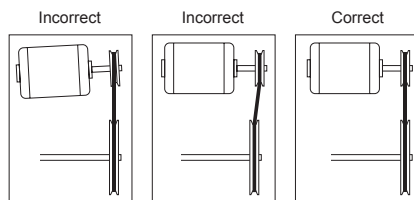

Figure 5
2. Poser les poulies sur les arbres et fixer avec une vis de calage. Contrôler le bon alignement des poulies, voir Figure 5. Le mauvais alignement des poulies provoque l'usure de la courroie, des vibrations et du bruit.